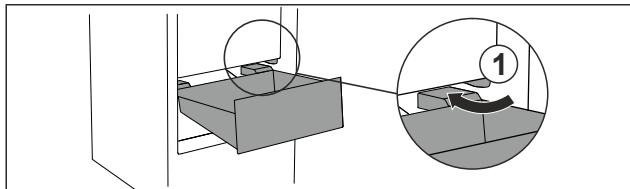

Fig. 87
- Обойдите стопор Fig. 87 (1) выдвижного ящика под наклоном.